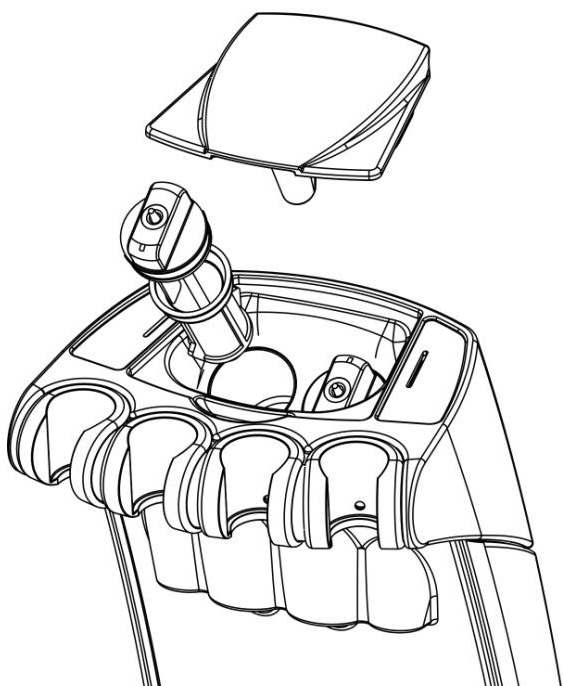

Рисунок 8.8.1.
- фільтр (Рисунок 8.8.1.) в корпусі,
- Витягнути фільтр аспіраційного блоку (Рисунок 8.8.1.);